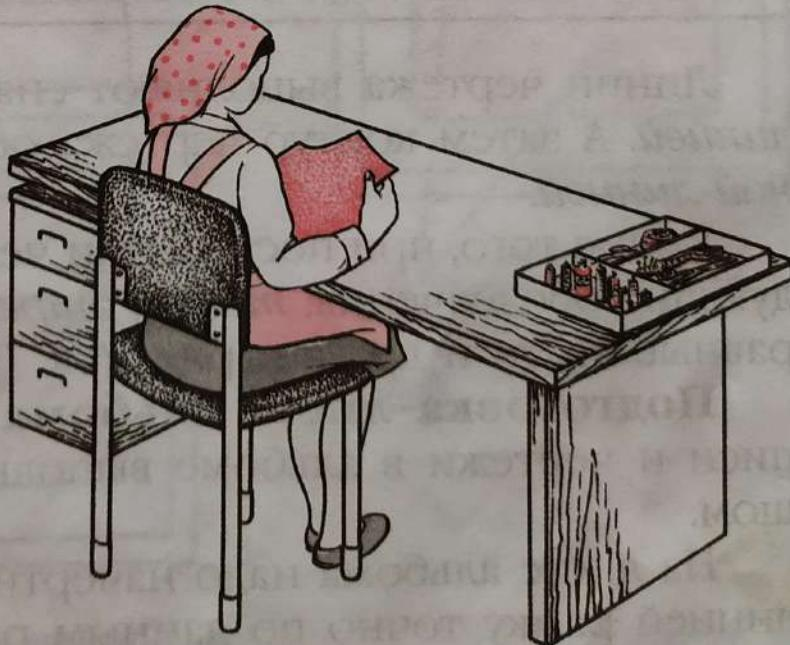

Рисунок 6. Организация рабочего места
**Рабочее место.** В швейной мастерской каждому учащемуся отведено рабочее место. На рабочем месте находится всё необходимое для работы — инструменты, приспособления, материалы (рисунок 6). Рабочее место